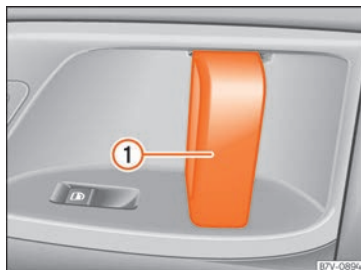

Abb. 136 An der Schiebetür: Türgriff ①.
| Schiebetür von innen öffnen. | Bei entriegelter Schiebetür den Türinnengriff ziehen und Schiebetür vollständig aufschieben » Abb. 136 ①. |